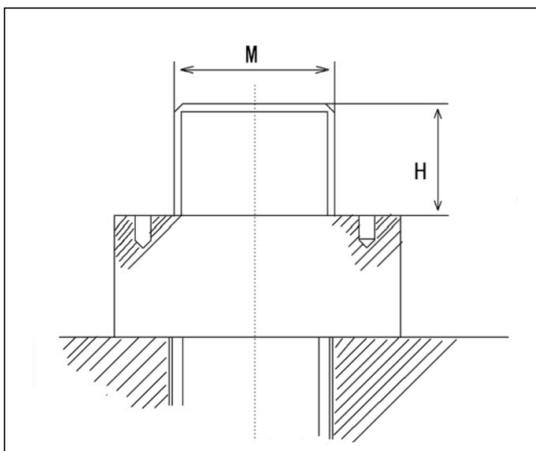

图3
- 5 在将螺栓拉伸器旋上螺栓之前，确保在螺母上有足够的螺纹突出量如图3。